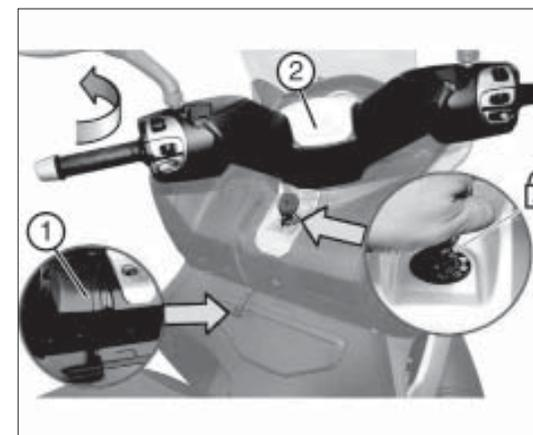

fig. 8
- mettre le guidon en position droite, déplacer le levier de stationnement 1 fig. 8 vers le bas ;
- tourner le guidon 2 fig. 8 vers la gauche ;
**Le levier 1 fig. 8 reste bloqué jusqu'au déverrouillage de la direction et au redressement successif du guidon.**